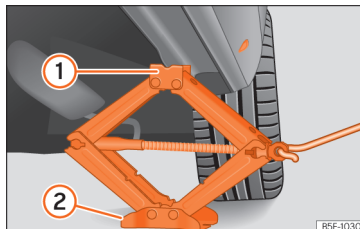

Abb. 38 Längsholm: Wagenheber ansetzen.
- Wagenheber unter den Aufnahmepunkt am Längsträger stellen und so weit hochdrehen, bis sich die Klammer (1) » **Abb. 38** unter der vorgesehenen Aufnahme befindet.
- Wagenheber so ausrichten, dass die Klammer (1) die vorgesehene Aufnahme am Längsträger „umfasst“ und der Wagenheberfuss (2) mit der ganzen Fläche sicher auf dem Boden steht. Die Bodenplatte (2) muss sich dabei senkrecht unter dem Aufnahmepunkt (1) befinden.